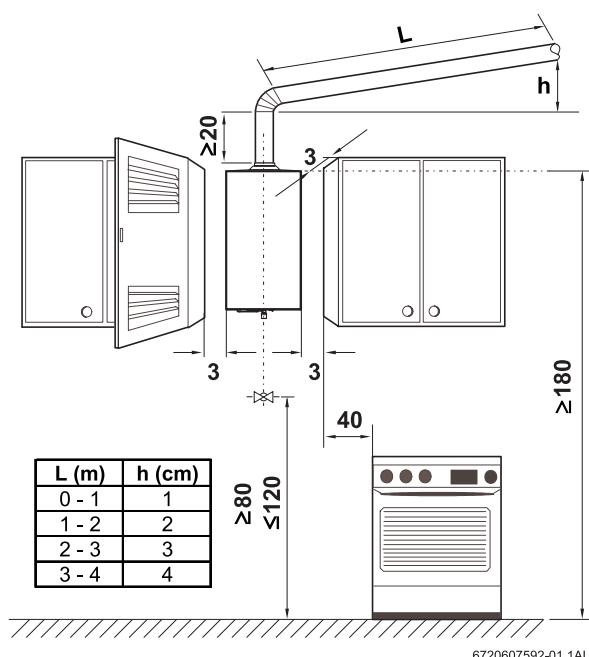

Fig. 6 Separaciones mínimas (en cm)
- Asegurar la accesibilidad en los trabajos de mantenimiento respetando las separaciones mínimas indicadas en la Fig. 6.